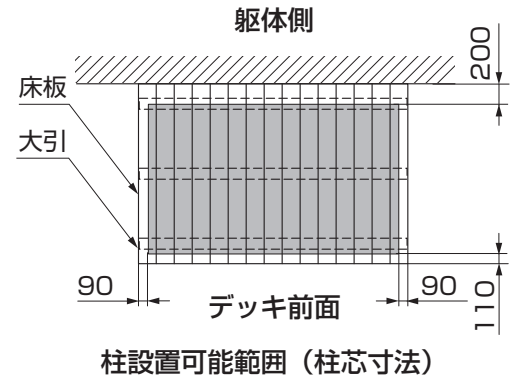
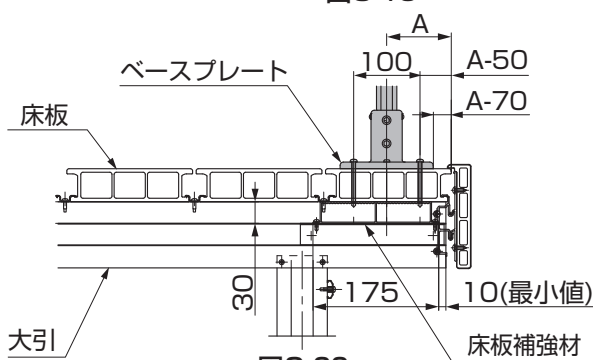

図3-19
図3-20
- デッキに図3-18、図3-19、図3-20、図3-21を参照して取付けてください。
- 図3-20のA寸法値の最小値は90mmです。